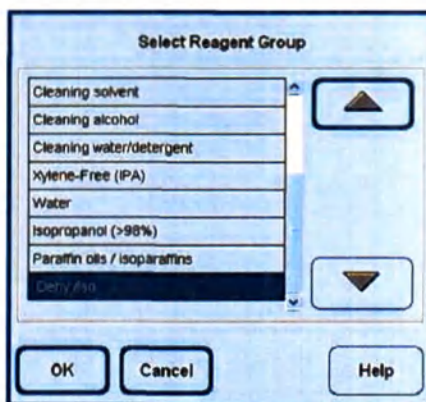

Рис. 137
- Для нового реактива автоматически будет выведен запрос, предлагающий выбрать группу реактивов (рис. 137).